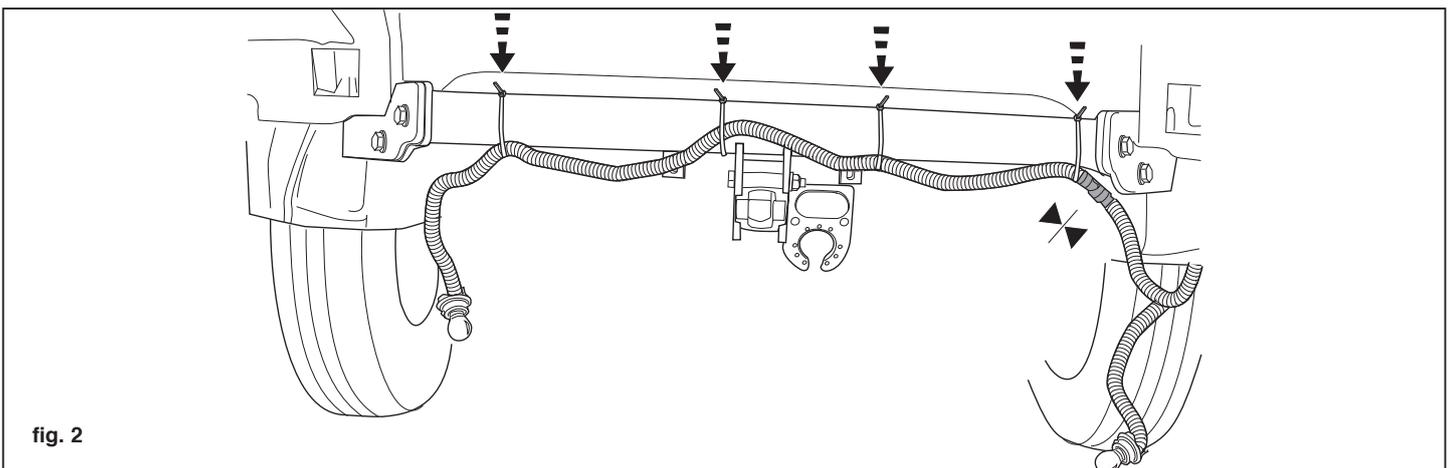

fig. 2
4. Attach two M12x40 bolts at point G, including spring washers, flat washers and nuts. Attach two M12x40 bolts at point H, including double flat washers, spring washers and nuts. Attach the ball housing using two M10x80 bolts, together with flat washers and self-locking nuts. Tighten all nuts and bolts to the torque indicated in the table. Attach the rear fog-light wiring onto the tow bar. See figure 2.
4. Bei den Punkten G zwei M12x40-Schrauben einschließlich Unterlegscheiben und Federringen befestigen. Bei den Punkten H zwei M12x40-Schrauben einschließlich doppelter Unterlegscheiben, Federringen und Muttern befestigen. Das Kugelgehäuse mit zwei M10x80-Schrauben einschließlich Unterlegscheiben und selbstsichernden Muttern montieren. Alle Schrauben und Muttern gemäß der Angaben in der Tabelle anziehen. Die Verkabelung für die Nebelrückleuchten an der Anhängervorrichtung anbringen. Siehe Abb. 2.
Siedzisko kuli przykręcić dwoma śrubami M10x80 wraz z podkładkami płaskimi i nakrętkami samo kontrującymi. Wszystkie śruby i nakrętki dokręcić według danych z tabeli. Umocować okablowanie tylnych świateł przeciwmgielnych na haku holowniczym. Patrz rysunek 2.
4. Monter ved punkterne G to bolte M12x40 inklusiv plan- og fjederskiver. Monter ved punkterne H to bolte M12x40 inklusiv dobbelte planskiver samt fjederskiver og møtrikker. Kuglehuset monteres med to bolte M10x80 inklusiv planskiver og selvslående møtrikker. Spænd alle bolte og møtrikker ifølge tabellen. Anbring ledningerne til de bageste tågelygter på anhængertrækket. Se fig. 2